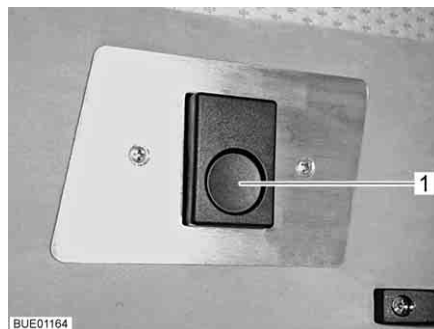
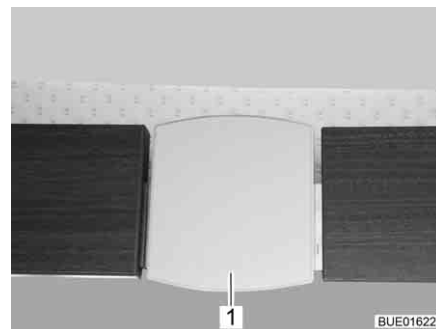

Fig. 126 Dispositif de déverrouillage (Aviano)
Fig. 127 Dispositif de déverrouillage (Viseo)
- Appuyer sur le bouton de déverrouillage (Fig. 126,1) et extraire la plaque de déverrouillage (Fig. 127,1) par le bas. Le dispositif de verrouillage est alors débloqué.